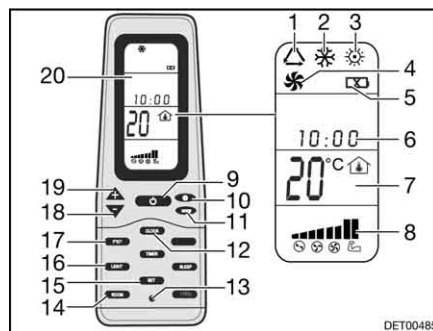

Bild 171 Fjärrstyrning
- Tryck på knappen ON/OFF (Bild 171,9).
- Tryck så många gånger på knappen "Mode" (Bild 171,11) tills önskad driftstyp (Bild 171,1, 2, 3 eller 4) visas på displayen (Bild 171,20).
- Ställ in önskad temperatur med knapparna "+" (Bild 171,19) och "-" (Bild 171,18).
- Med knappen Fläktvarvtal (Bild 171,10) väljs önskad fläktkapacitet.